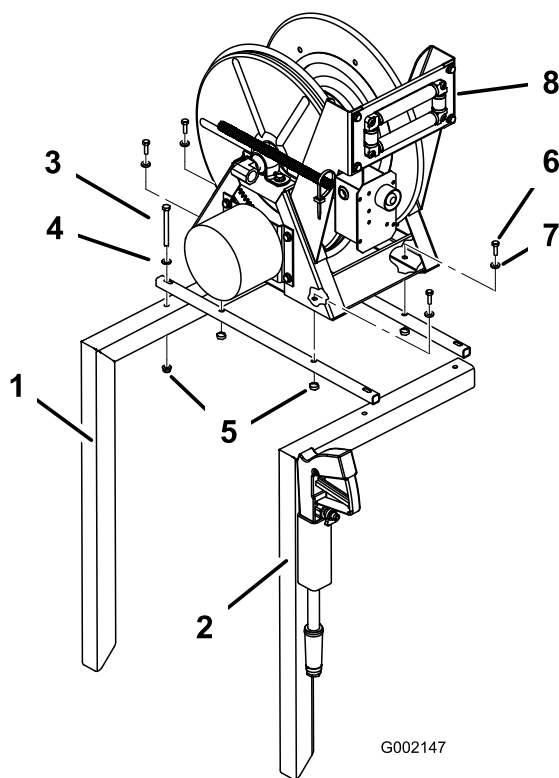

Figura 5
5. Instale os 2 tubos de montagem da bobina de tubagem nas estruturas da bobina de tubagem (Figura 5) utilizando 4 parafusos (5/16 x 3-1/4 pol.), 4 anilhas (11/16 pol. diâmetro exterior) e 4 porcas flangeadas (5/16 pol.). Não aperte totalmente as fixações para permitir a afinação mais tarde.
6. Fixe o conjunto da bobina de tubagem nos tubos de montagem da bobina de tubagem (Figura 5) utilizando 4 pernos com cabeça de flange (5/16 x 1-1/2 pol.), 4 anilhas (7/8 pol diâmetro exterior) e 4 porcas flangeadas (5/16 pol.). Não aperte totalmente as fixações para permitir a afinação mais tarde.